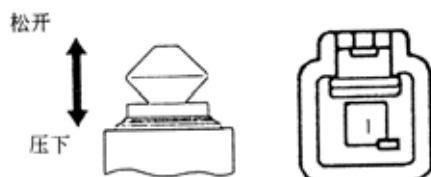

图 9-268
(1) 检查门控开关。检查开关连接器和搭铁之间的导通性，如图 9-268 所示，其标准应符合表 9-121 所示要求。